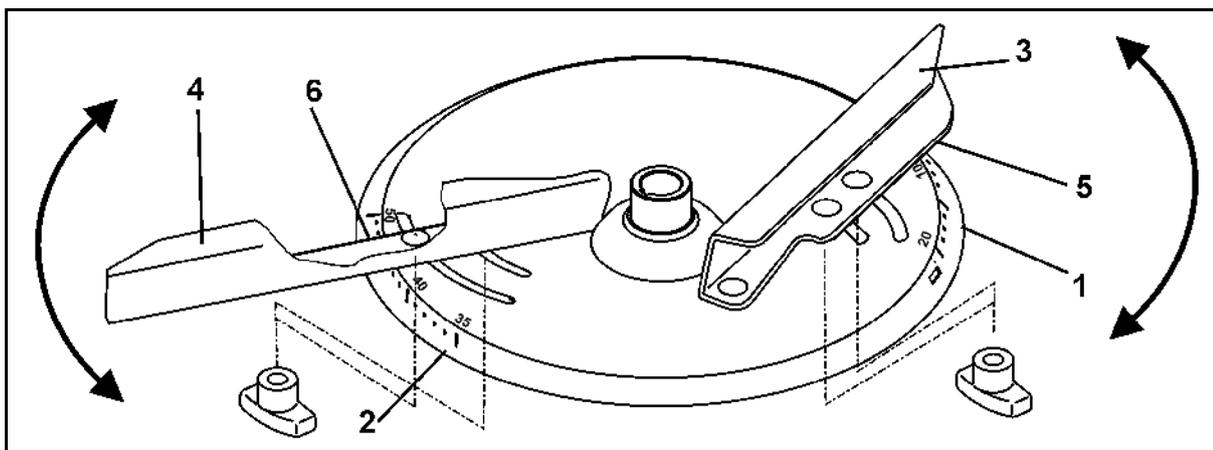

Fig. 69
2. Dispersão em valas de acordo com a portaria sobre fertilizantes (Fig. 69):